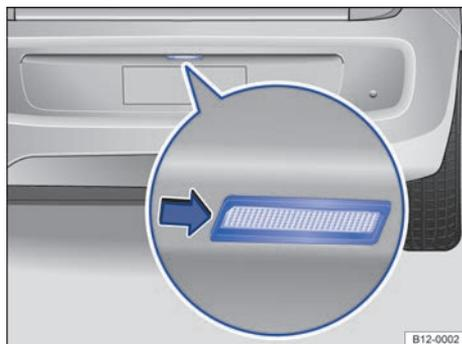

Fig. 120 En el parachoques trasero: desmontar la luz de la placa de licencia.
2. Con la ayuda de un destornillador, presionar la luz de la placa de licencia del lado izquierdo y retirarla del parachoques → fig. 120.